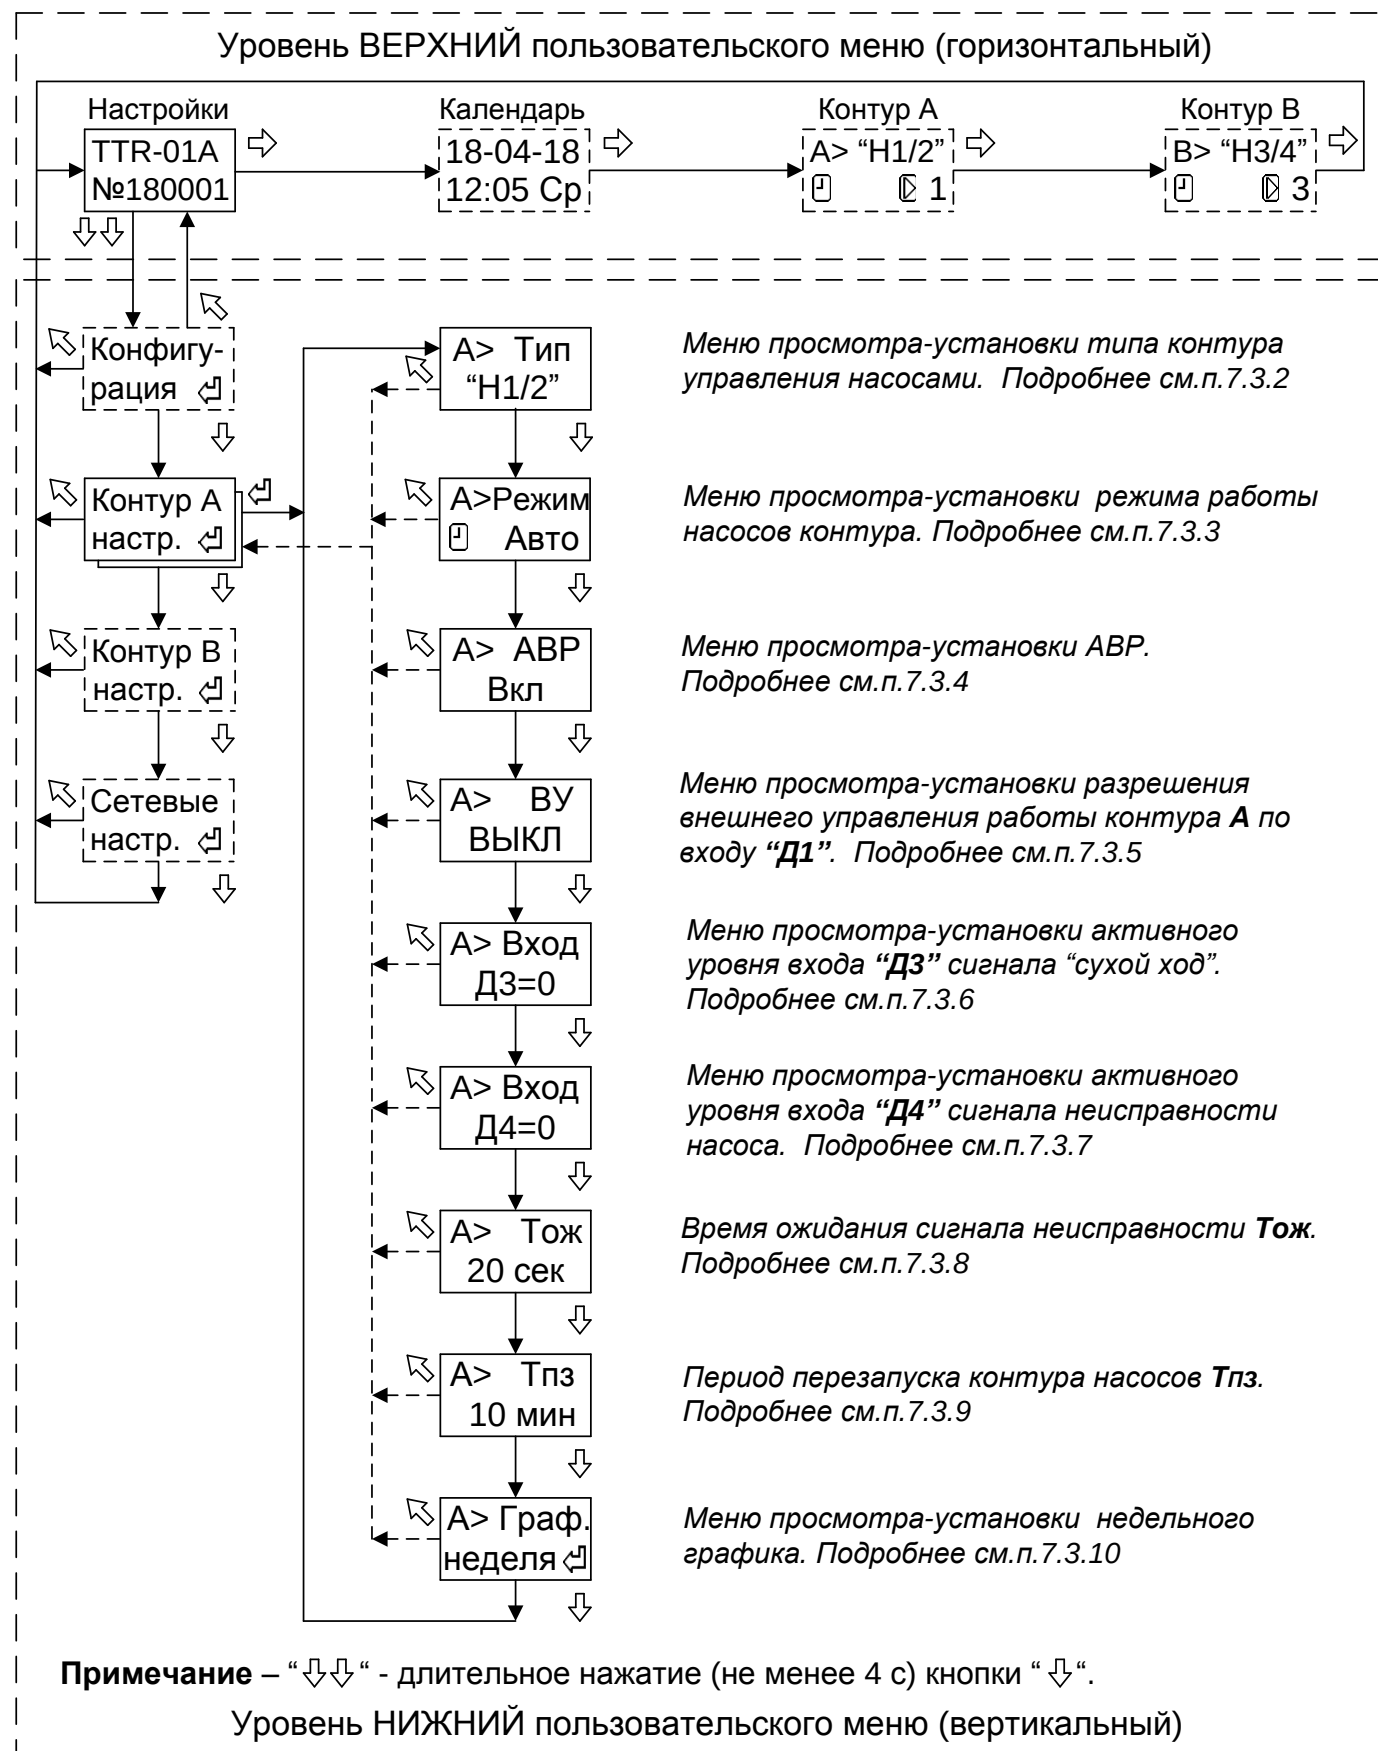

Рисунок 5 - Структура меню настройки параметров управления насосами контура А.
7.3.5 Вход в меню просмотра-установки параметра **ВУ** разрешения внешнего управления работы контура насосов производится при нажатии кнопки “↵” (см. рисунок 5 и 6). Внешний вид окна меню приведён ниже.
7.3.6 Вход в меню просмотра-установки параметра активного уровня сигнала от датчиков по входу “Д3”...“Д6” производится при нажатии кнопки “↵” (см. рисунок 5 и 6). Внешний вид окна меню приведён ниже.
7.3.7 Вход в меню просмотра-установки параметра времени ожидания сигнала неисправности **Тож** производится при нажатии кнопки «» (см. рисунок.5 и 6).
7.3.8 Вход в меню просмотра-установки параметра периода перезапуска **Тпз** контура насосов производится при нажатии кнопки «» (см. рисунок 5 и 6).
7.4.1 Вход в меню просмотра-установки временного графика работы насосов контура производится при нажатии кнопки “↶” (см. рисунок 5 и 6).